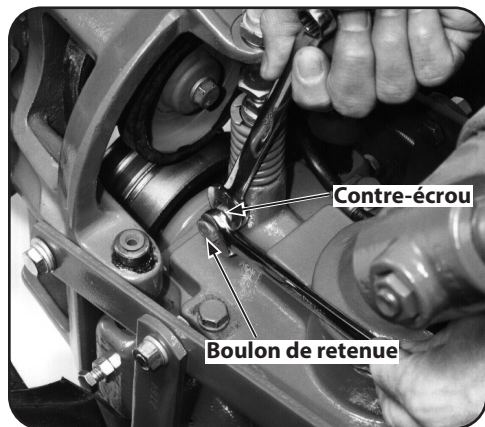

Figure 5-22
2. Sur le côté gauche du motoculteur, mettez une clé de 1/2 po sur le boulon de retenue du plongeur et une autre clé de 1/2 po sur le contre-écrou à côté du boulon. Voir Figure 5-22.
9. Retenez le boulon de retenue du piston avec une clé pendant que vous serrez le contre-écrou contre le côté du boîtier du plongeur. Voir Figure 5-22.